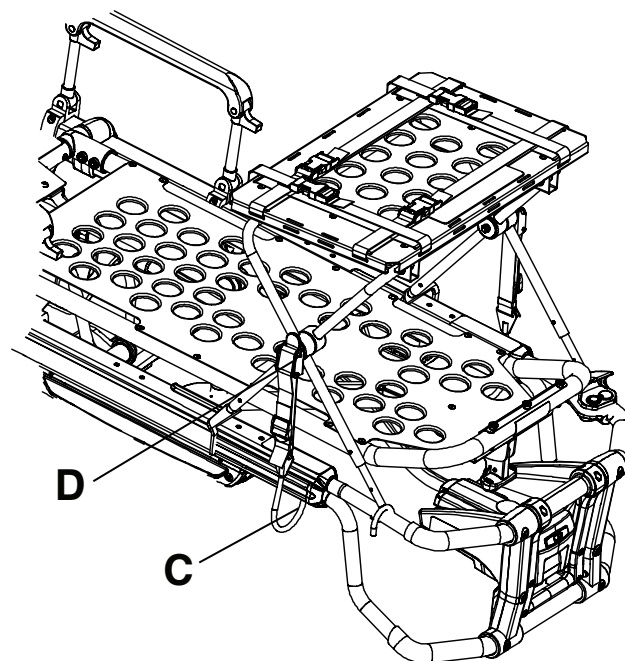

Figur 25 – Defibrillatorplatform med ben åbnet
2. Åbn for og fold defibrillatorplatformens ben ud (Figur 25).